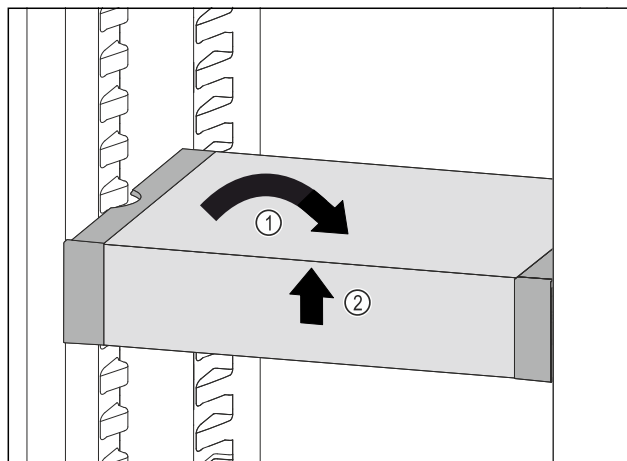

Fig. 107
- Predal VarioSafe postavite ravno. Fig. 107 (1)
- Predal VarioSafe dvignite spredaj. Fig. 107 (2)